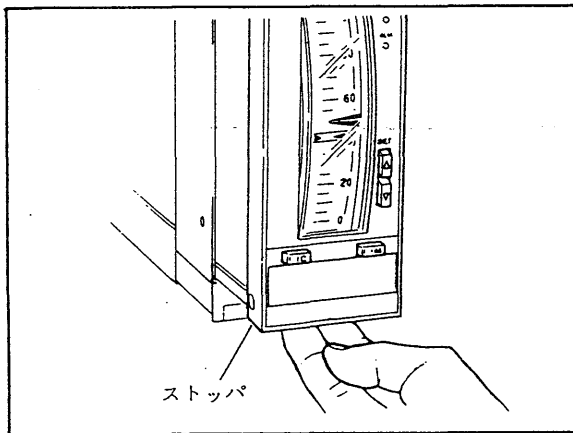

図5.7 内器の引き出し
- ① 正面下部に手を当て、ストッパーを押し上げながら引き出します。計器側面のチューニングパネルが見える位値で中間ストッパーが働き、それ以上引き出せなくなります（図5.7参照）。